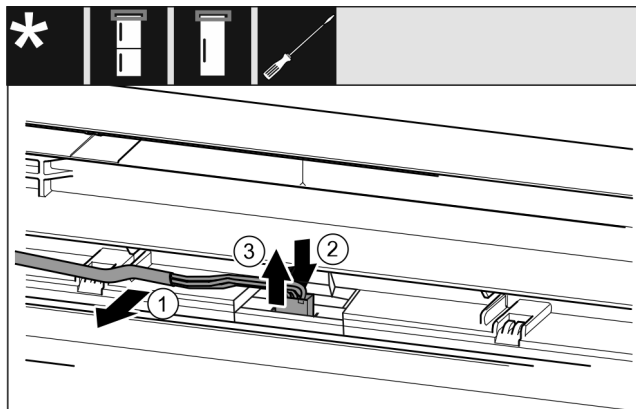

Fig. 10
- ▶ Óvatosan vegye ki az ajtóban lévő szürke kábelt a vezető-sínből. Fig. 10 (1)
- ▶ Nyomja hátra a dugó alatti fedőlemezt. Fig. 10 (2)
- ▶ Óvatosan húzza ki felfelé a dugót. Fig. 10 (3)